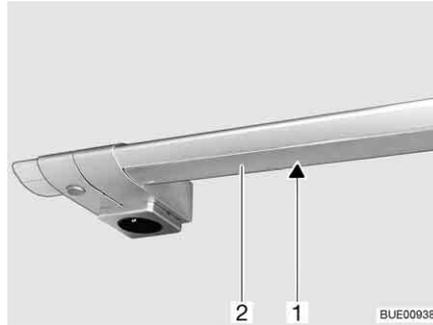

Fig. 224 Luz de la cocina
- Comprimir ligeramente la tapa (Fig. 224,2) con ambas manos y tirarla hacia abajo. Al hacerlo, empezar siempre por el extremo de la izquierda o el extremo de la derecha.
- Extraer la bombilla halógena (Fig. 224,1).